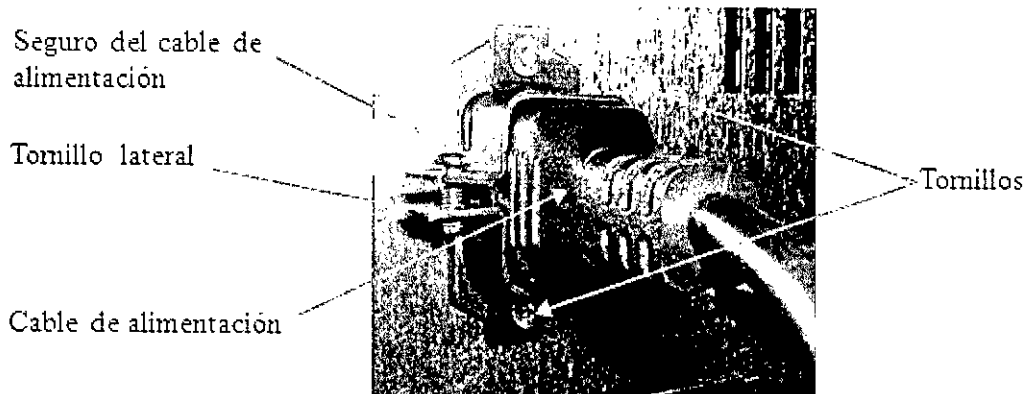

Figura 25 Seguro del cable de alimentación
- Invierta la posición del pedal inalámbrico para acceder a la tapa del compartimento para las baterías. (Vea la figura 25).